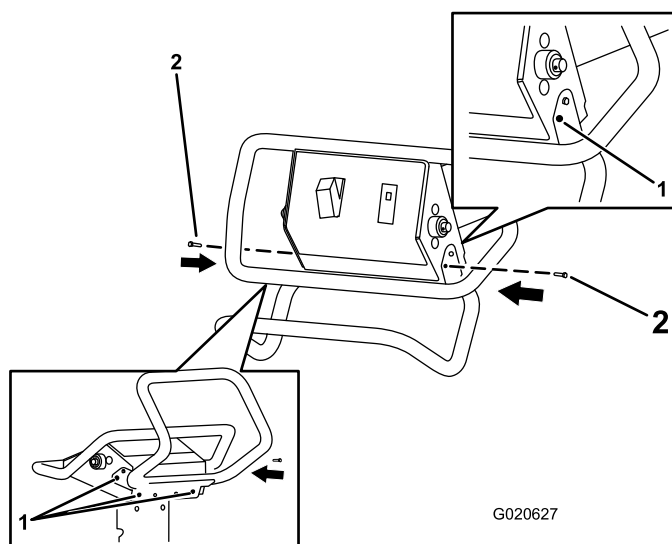
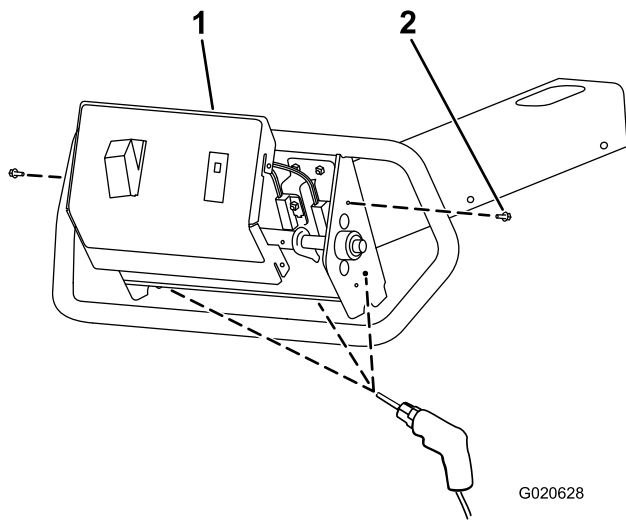

図 2
図 3
- 六角ヘッドボルト（#10-24 x 3/4 インチ）2本を使って、図 2に示すように、ハンドルをフレームに固定する。
- 六角ヘッドボルト（#10-24 x 1/2 インチ）2本を外す（図 3）。
2. フレームから、コントロールカバーを外す (図 3)。
3. コントロールカバーについている、スイッチ用およびランプ用のワイヤハーネスを外す (図 3)。
4. ステップ 6 (作業手順 1 フレームにマーキングを行う (ページ 1)) でマーキングしたフレームの4箇所それぞれに、ドリルで直径10mmの穴を開ける；図 2 および図 3も参照のこと。